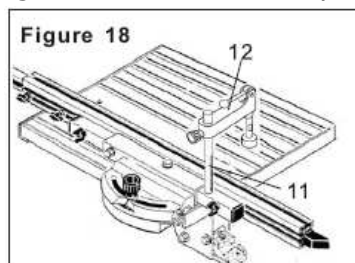

Figure 18
1. Placer la tige de tirage dans son trou situé sur le tube d'arrêt (voir figure 18). Maintenir la tige en place grâce à la vis de contreplongée (par en -dessous).
2. Attacher le presseur (12) à la tige, la hauteur désirée peut être réglée avec le volant.